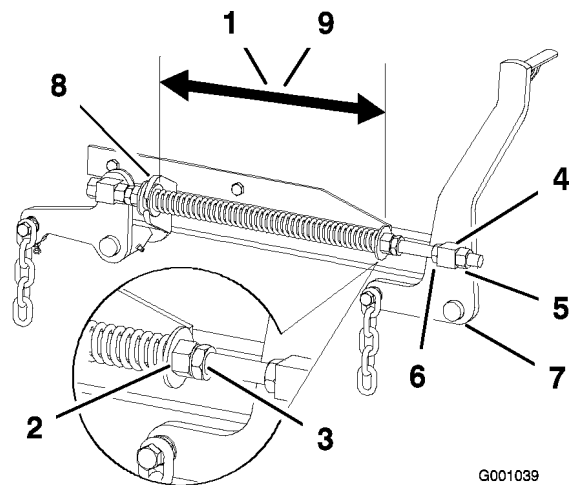

Bild 75
2. Prüfen Sie den Abstand zwischen den beiden großen Scheiben. Für Mähwerke mit 132 cm sollte der Abstand 28,2 cm und für Mähwerke mit 152 cm sollte der Abstand 26,7 cm betragen (Bild 75).
3. Stellen Sie den Abstand ein. Lösen Sie die Federklemmmutter und drehen Sie die Mutter vorne an jeder Feder (Bild 75). Wenn Sie die Mutter nach rechts drehen, wird die Feder verkürzt. Wenn Sie die Feder nach links drehen, wird sie verlängert.
4. Arretieren Sie die Mutter, indem Sie die Federklemmmutter anziehen (Bild 75).